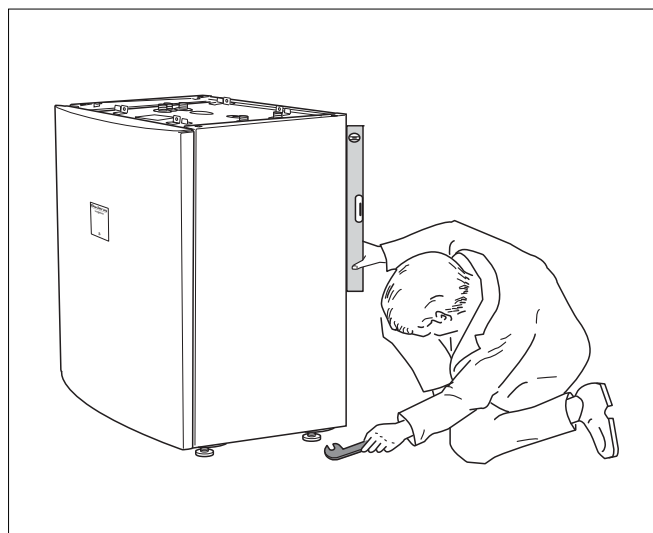

Fig. 8 Ajuster les pieds réglables (schéma de principe) à l'aide d'un niveau à bulle
- Positionner le préparateur verticalement en ajustant les pieds réglables (fig. 8).